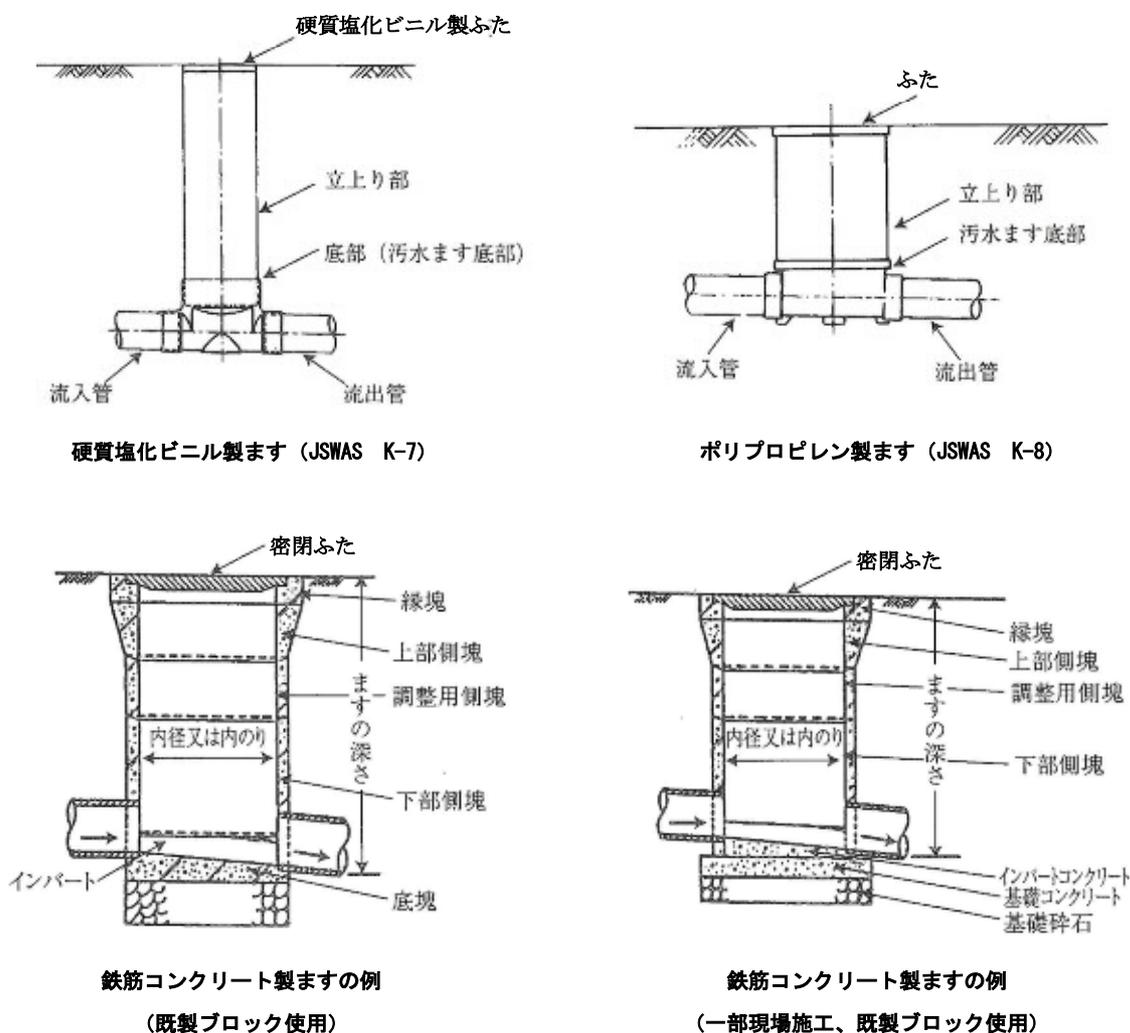

図 4-1 汚水ますの例
- 私有地内に設ける接続ますは、コンクリート製、プラスチック製等の耐水材料で造り、漏水の生じない措置を講じ、かつ堅固で耐久性をもつ構造とする (図 4-1 参照)。
- 蓋は、密閉蓋とする。また、重荷重がかかる所は鉄製等の蓋を使用する (図 4-1 参照)。
- 建築物及び敷地内に設けるますは、コンクリート製、プラスチック製等の耐水材料で造り、かつ堅固で耐久性をもつ構造とする。円形か角形かは現場の状況に適したものとす（図 4-1 参照）。
- 蓋は密閉蓋とする。また、重荷重がかかる所は鉄製の蓋を使用する（図 4-1 参照）。